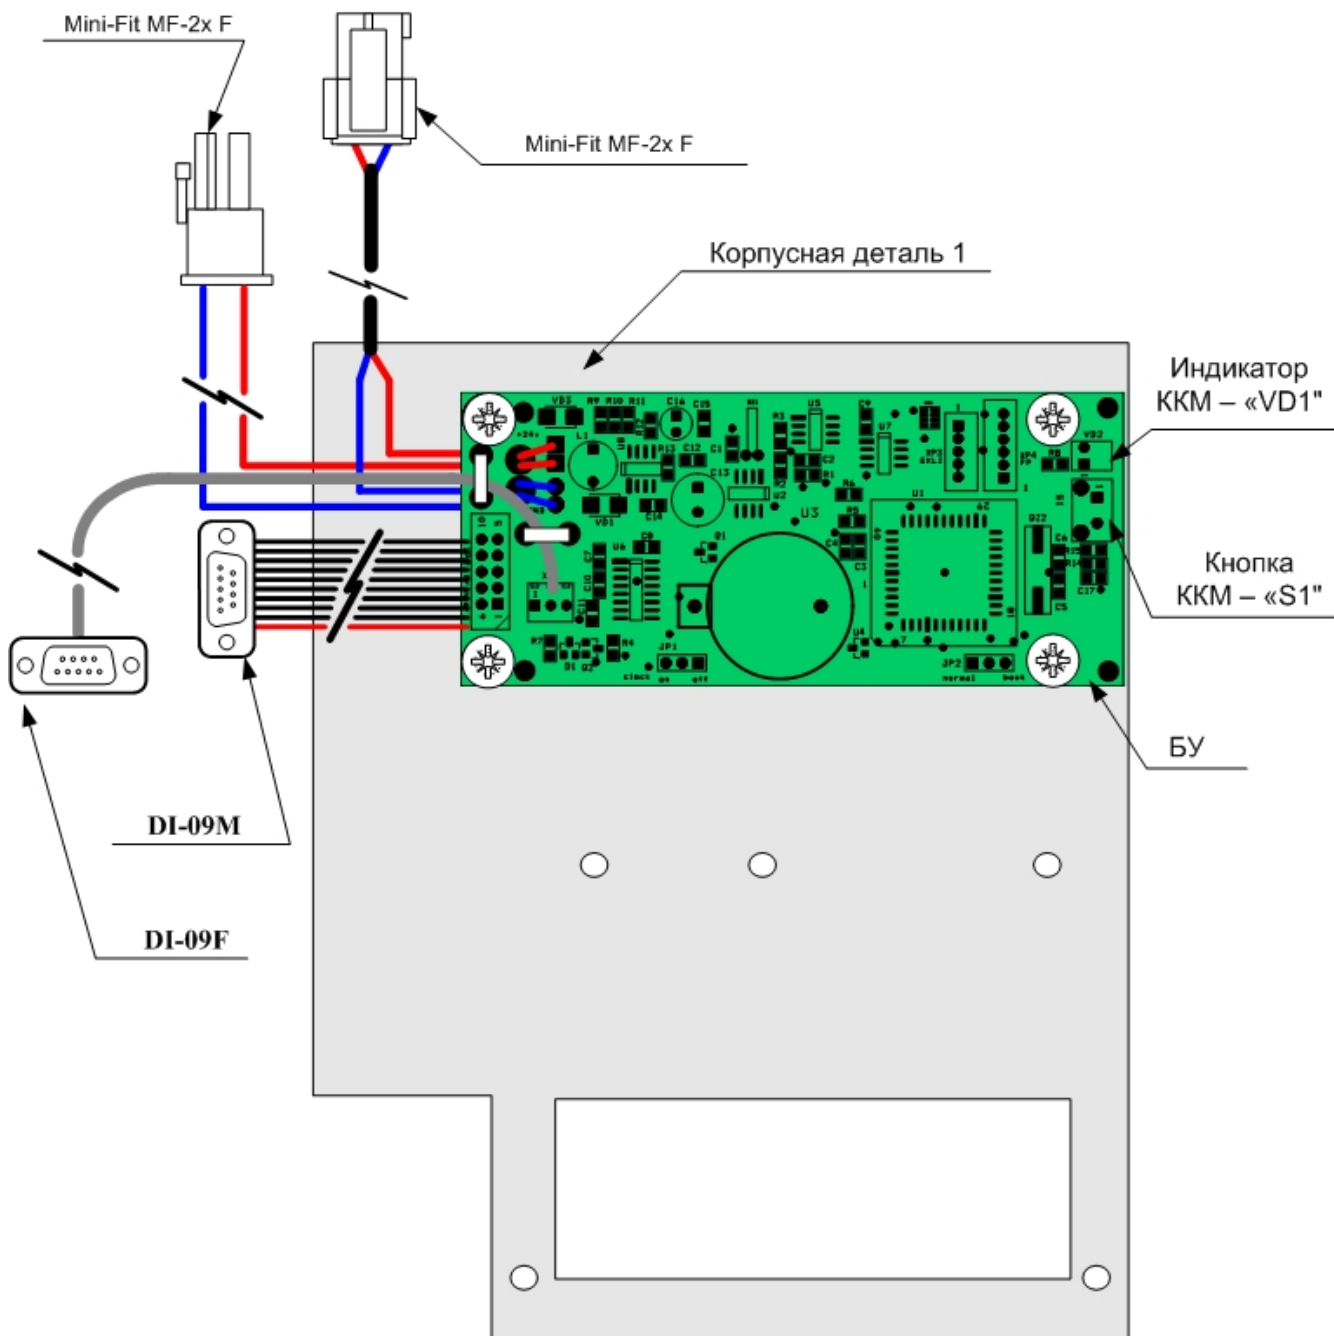

Рисунок 14 – Фискальный блок. Внешний вид (крышка условно не показана).
4.10. Запустите тестовую программу «ТЕХНОЛОГИЧЕСКИЙ ПРОГОН». Для этого включите ККМ, удерживая кнопку на блоке управления (обозначена на рис.14 как S1).
4.11. Загорится индикатор DL1 (см. рис. 14)., Когда индикатор погаснет, отпустите кнопку S1. Начнется «ТЕХНОЛОГИЧЕСКИЙ ПРОГОН». Распечатка технологического прогона приведена на следующей странице.